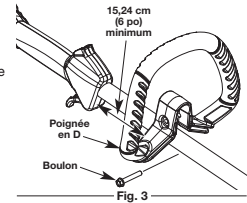

Fig. 3
1. Desserrez le boulon sur la poignée juste assez pour la déplacer (Fig. 3).
3. Serrez le boulon jusqu'à ce que la poignée en D soit bien fixé (Fig. 3).